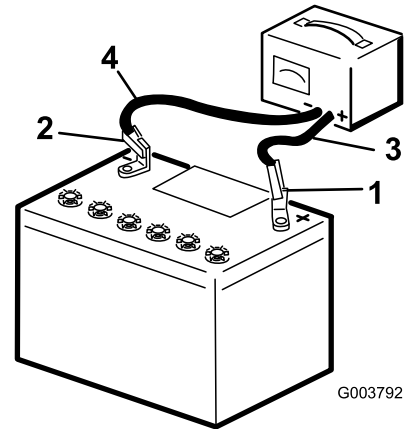

Figure 48
3. Connectez le câble positif du chargeur de batterie à la borne positive de la batterie (Figure 48).
4. Branchez le câble négatif du chargeur de batterie à la borne négative de la batterie (Figure 48).
6. Quand la batterie est chargée au maximum, débranchez le chargeur de la source électrique, puis débranchez les fils du chargeur des bornes de la batterie (Figure 48).